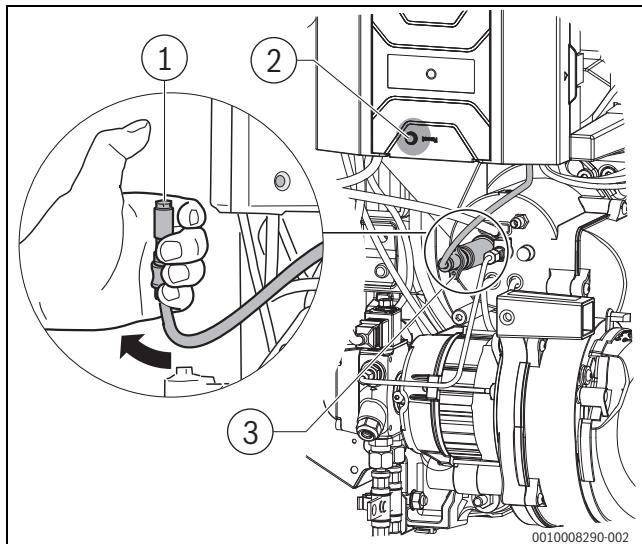

Bild 43 Flammenfühler auf Funktion prüfen
- Flammenfühler bei laufendem Brenner am vorgesehenen Griff aus der Halterung ziehen (→Bild 43, [3])
- Flammenfühler mit Daumen abdecken (→Bild 43, [1]). Es muss nach Wiederanlauf eine Störabschaltung erfolgen.
- Nach einer Wartezeit von ca. 30 Sekunden den Feuerungsbaukasten durch Drücken der Reset-Taste (→Bild 43, [2]) oder der Reset-Taste am Regelgerät entriegeln.